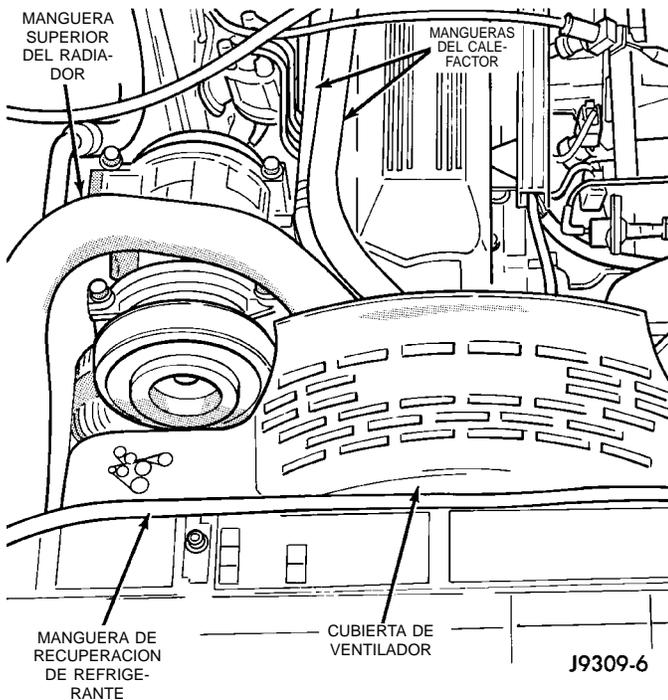

Fig. 28 Manguera superior del radiador, manguera de recuperación de refrigerante, y cubierta del ventilador y mangueras del calefactor
- (1) Desconecte los cables de la batería. Retire la batería.
- (2) Marque el lugar de las articulaciones en el panel del capó como referencia de alineación para la instalación. Retire la luz del compartimiento del motor. Retire el capó.
- (3) Retire el grifo de drenaje del radiador y el tapón del radiador para drenar el refrigerante. NO desaproveche el refrigerante reutilizable. Si la solución está limpia, drene el refrigerante dentro de un recipiente limpio para su reutilización.
- (4) Retire la manguera superior del radiador y la manguera de recuperación de refrigerante (Fig. 28).
- (5) Retire la manguera inferior del radiador.
- (8) Retire la cubierta del ventilador (Fig. 28).
- (9) Desconecte la tubería del enfriador de líquido de la transmisión (transmisión automática).
- (10) **Vehículos equipados con aire acondicionado:**
- (11) Retire el radiador o radiador y condensador (si el vehículo está equipado con A/A).
- (12) Desconecte las mangueras del calefactor de la caja del termostato y la bomba de agua (Fig. 28).